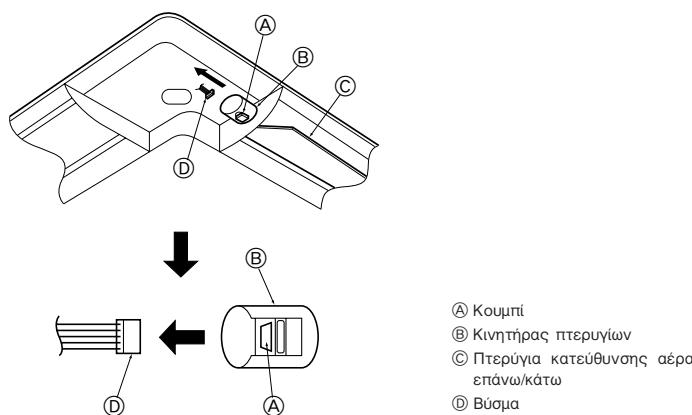

Fig. 5-9
5.4. Πώς κλειδώνεται η κατεύθυνση ροής του αέρα επάνω/κάτω (Fig. 5-9)